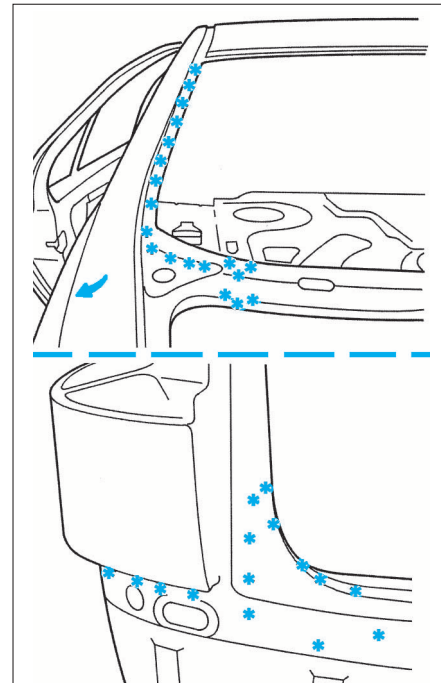

FIG. 68
- Fraiser les points de soudure électrique (Fig.68).